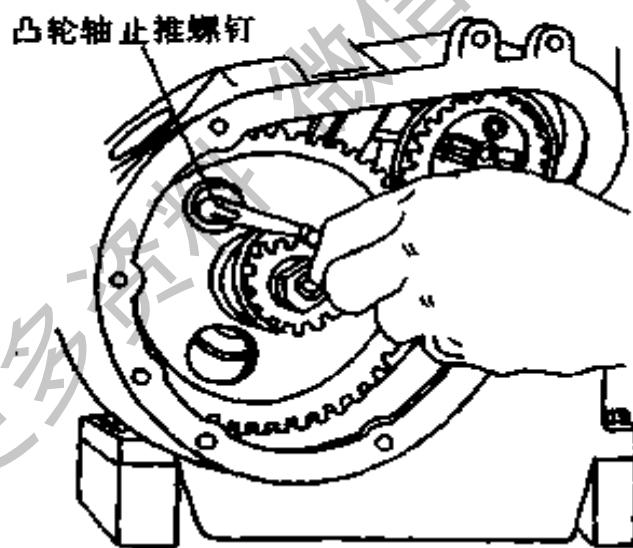

图 2-39 旋出凸轮轴止推螺钉
- (1) 旋出凸轮轴止推螺钉, 见图 2-39。
- (2) 在齿轮箱端拉出凸轮轴部件。
(3) 取出气门挺柱。